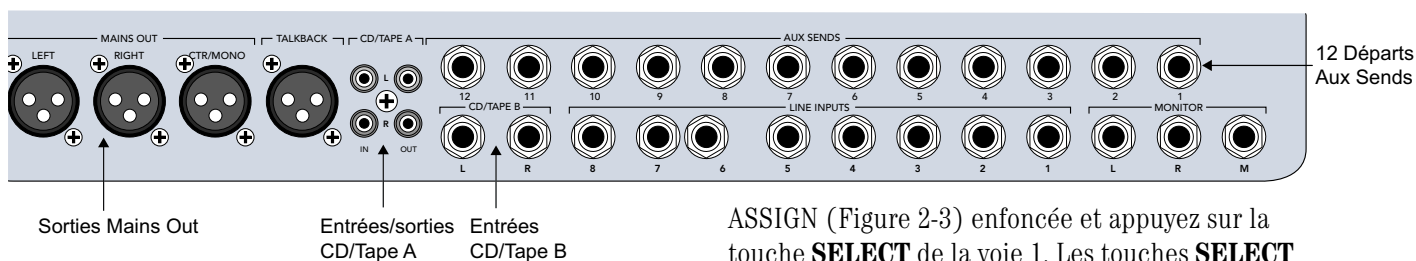

Figure 2-1 Sorties Mains et départs auxiliaires
1. Reliez une paire d'amplificateurs/enceintes aux sorties XLR **MAINS LEFT** et **RIGHT** (Figure 2-1).
- Connectez le lecteur de CD à l'entrée CD/TAPE A ou B (Figure 2-1).